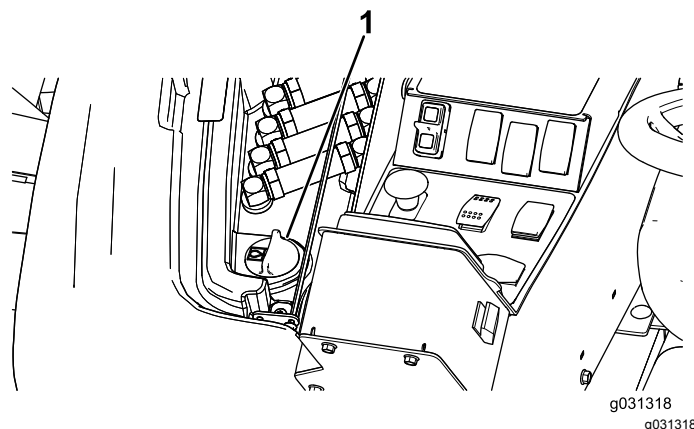

図 127
2. 機体右側のアクセスカバーを開くと油圧タンクのキャップがある**図 127**。
3. 油圧オイルタンクの注油口周辺をきれいに拭き、キャップ**図 127**を外す。